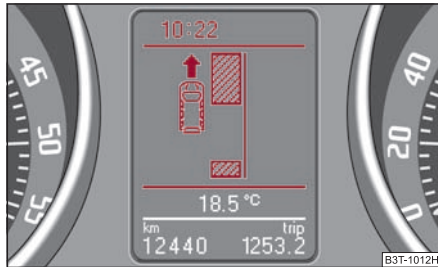

Fig. 143 Ecran d'informations: Place de parking détectée avec l'information "Continuer à rouler"
- Lorsque l'assistance automatique au stationnement a détecté une place de parking appropriée, celle-ci s'affiche sur le visuel d'informations* ⇒ fig. 143.